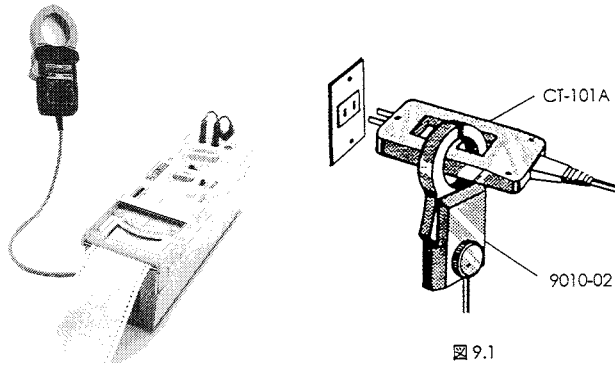

図 9.1
- ・別売のCT-101A ラインスプリッターを使用して、容易に測定できます。(図9.1 参照)